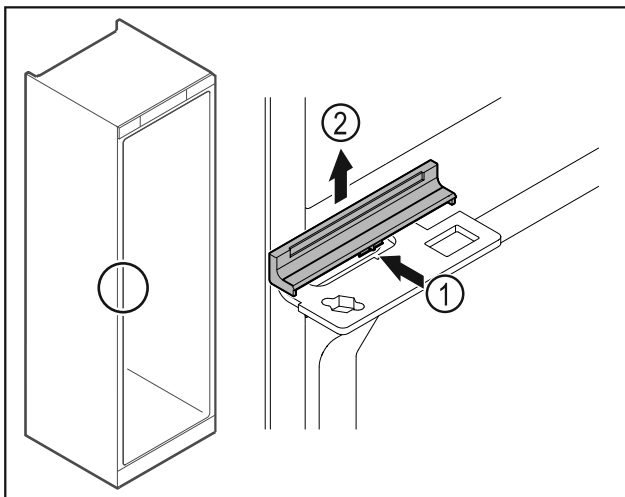

Fig. 48
- ▶ Слегка надавите на крышку по центру Fig. 48 (1) и снимите ее движением вверх Fig. 48 (2).